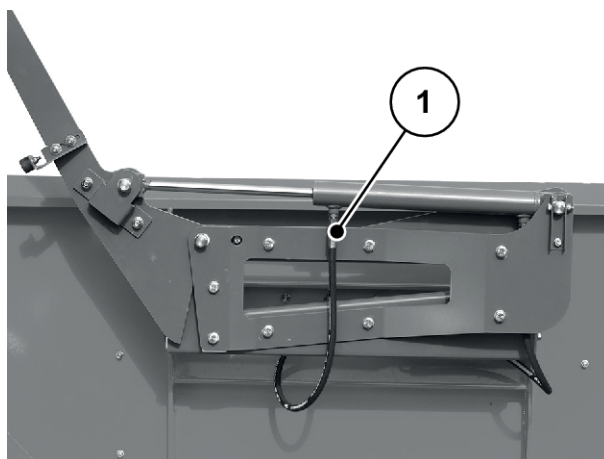

Fig. 90: Cilindru hidraulic prelată de acoperire
- cilindri hidraulici pentru acționarea prelatei, Fig. 90 *Cilindru hidraulic prelată de acoperire*